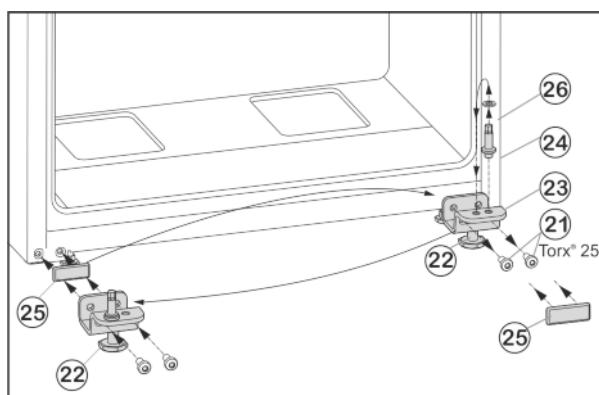

Fig. 7
- ▶ Развийте закрепващите винтове Fig. 7 (21).
- ▶ Свалете долната лагерна опора Fig. 7 (23) заедно с лагерния болт Fig. 7 (24), шайбата Fig. 7 (26) и крака Fig. 7 (22).
- ▶ Развийте лагерния болт Fig. 7 (24) заедно с шайбата Fig. 7 (26), поставете го в срещуположния отвор за лагерната опора и го завийте отново.
- ▶ Внимателно свалете покриваща плоча Fig. 7 (25) и преместете на срещуположната страна.
- ▶ Отново завийте долната лагерна опора Fig. 7 (23) заедно с лагерния болт Fig. 7 (24), шайбата Fig. 7 (26) и крака Fig. 7 (22) върху новата страна на пантите, евент. с помощта на акумулаторна отвертка (**с 4 Nm**).
- ▶ Поставете долната врата отгоре върху лагерния болт Fig. 7 (24).
- ▶ Развийте крака Fig. 7 (22) на лагерната опора долу Fig. 7 (23), докато опре върху пода.